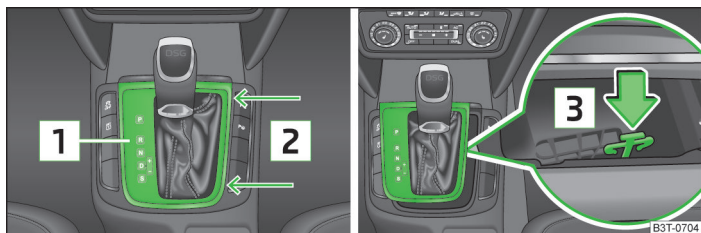

Fig. 197 Deblocarea de urgență a selectorului de viteze
- Prindeți capacul 1 în zona săgeților 2 » fig. 197 și trageți cu grijă în sus.